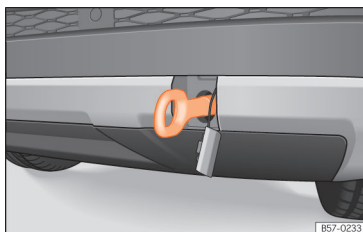

Abb. 104 Auf der rechten Seite des hinteren Stoßfängers: Eingeschraubte Abschleppöse.
- Drehen Sie die Abschleppöse **entgegen dem Uhrzeigersinn** in die Aufnahme bis zum Anschlag » Abb. 104 » ❶. Verwenden Sie ein geeignetes Hilfsmittel, um die Abschleppöse festzuziehen.
❶ VORSICHT